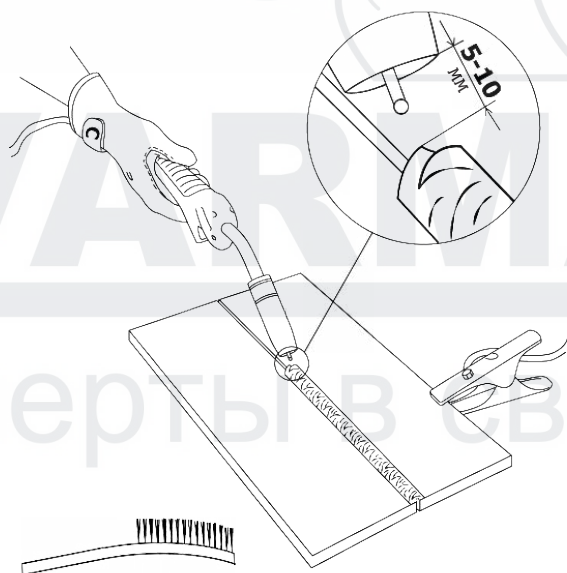

Рис. 7.3. Перед началом работы.
4. Начинайте сварочный процесс (См. рис. 7.3).
Перед началом работы не забудьте проверить следующее (См. рис. 7.3):